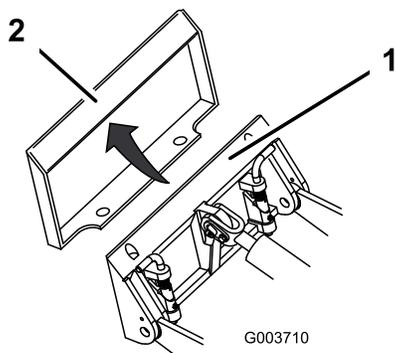

Рисунок 14
4. Введите монтажную поверхность в верхний выступ установочной пластины навесного приспособления (Рисунок 14).